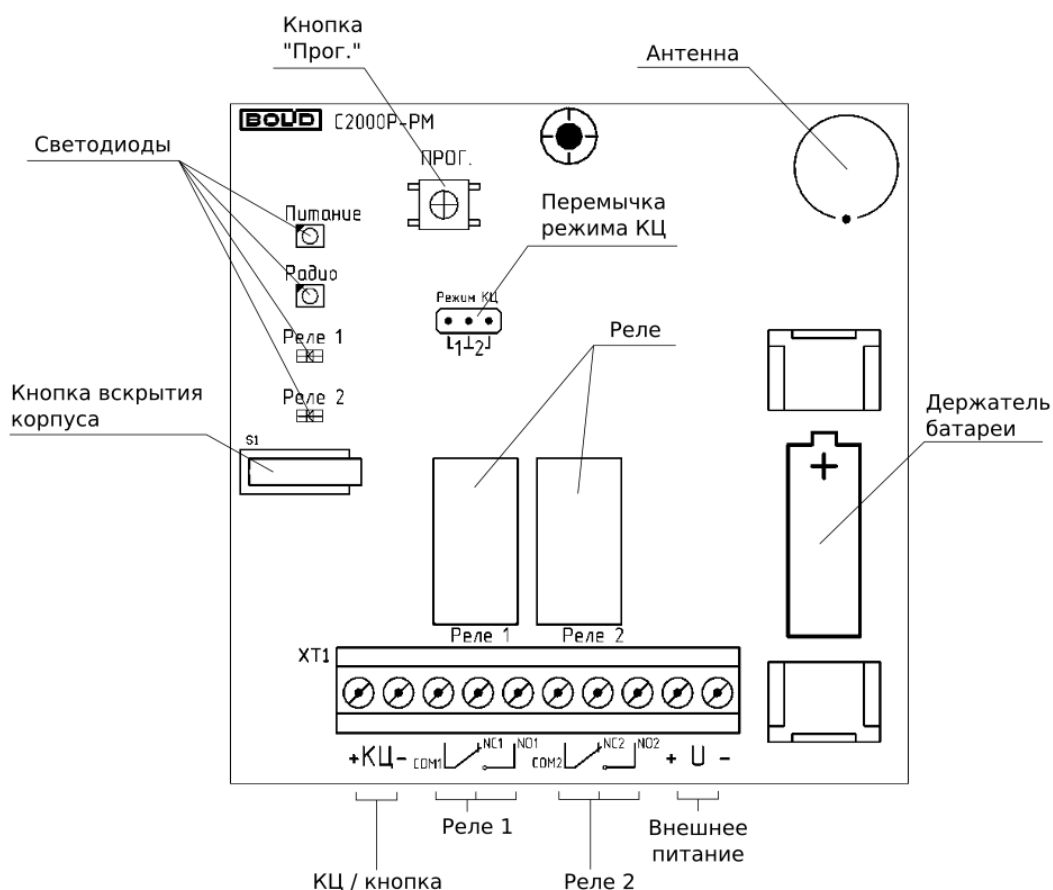
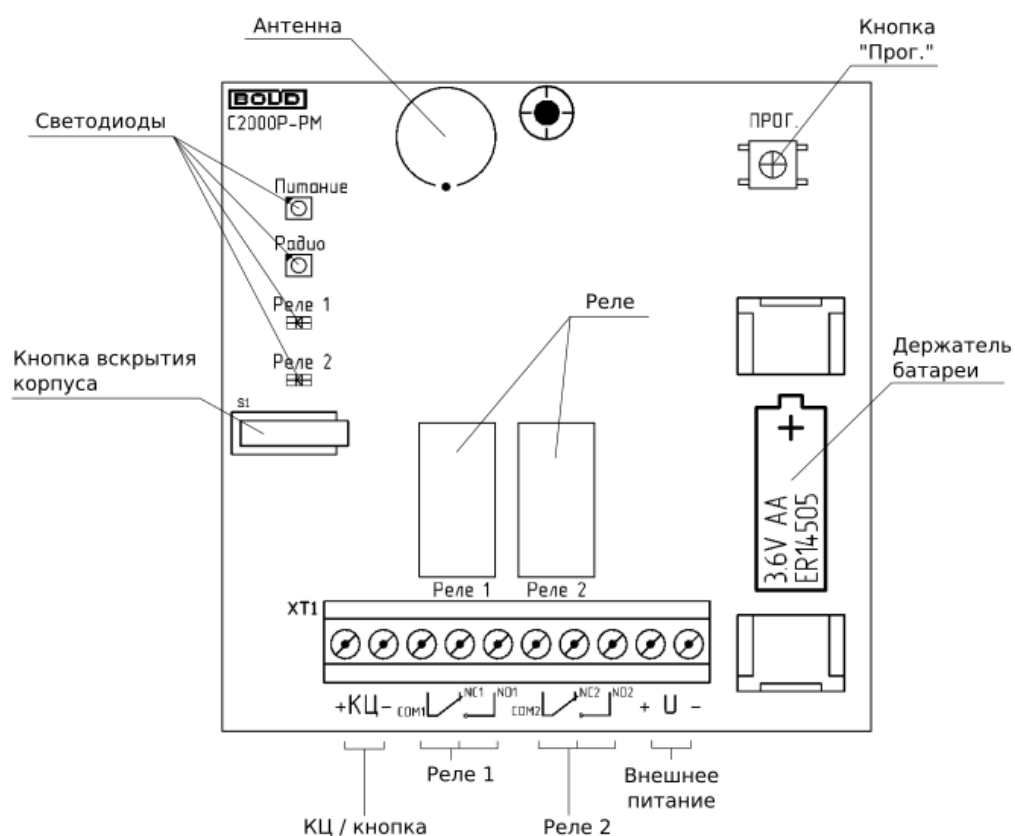

Рисунок 2.2 Расположение элементов на плате аппаратной версии 1.0
Рисунок 2.3 Расположение элементов на плате аппаратной версии 2.0
- Нажать кнопку «Прог.» на плате модуля (см. Рисунок 2.2 и Рисунок 2.3) на время более 3 секунд.
Для аппаратной версии 1.0 выбор режима задаётся при помощи переключки, расположенной на плате прибора (см. Рисунок 2.2):